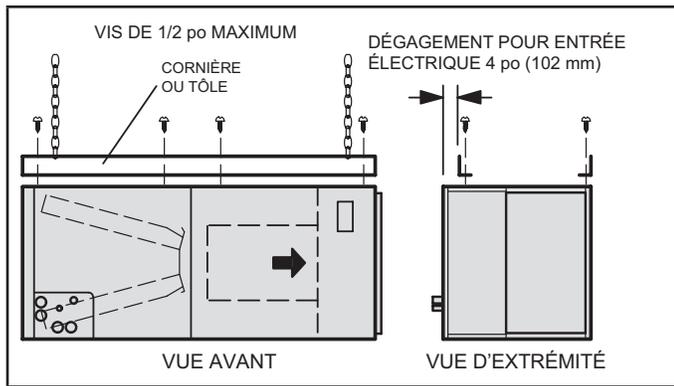

FIGURE 10. Suspension d'une unité horizontale
- 2 - Si l'unité est suspendue, elle doit être supportée sur toute sa longueur. Lorsqu'une chaîne ou une bande métallique est utilisée, fixez un morceau de cornière ou de tôle sur l'unité (au-dessus ou en dessous) de manière à ce que toute la longueur de l'unité soit supportée. Utilisez des vis de 1/2 po de long maximum de manière à ne pas endommager le serpentin ou le filtre comme illustré à la figure 10. Connectez les plenums d'air d'alimentation et de retour à l'aide de vis à tôle.
- 12 - Si l'unité est suspendue, elle doit être supportée sur toute sa longueur. Lorsqu'une chaîne ou une bande métallique est utilisée, fixer un morceau de cornière ou de tôle sur l'unité (au-dessus ou en dessous) de manière à ce que toute la longueur de l'unité soit supportée. Utilisez des vis de 1/2 po de long maximum de manière à ne pas endommager le serpent ou le filtre comme illustré à la figure 10. Connectez les plénums d'air d'alimentation et de retour à l'aide de vis à tôle.